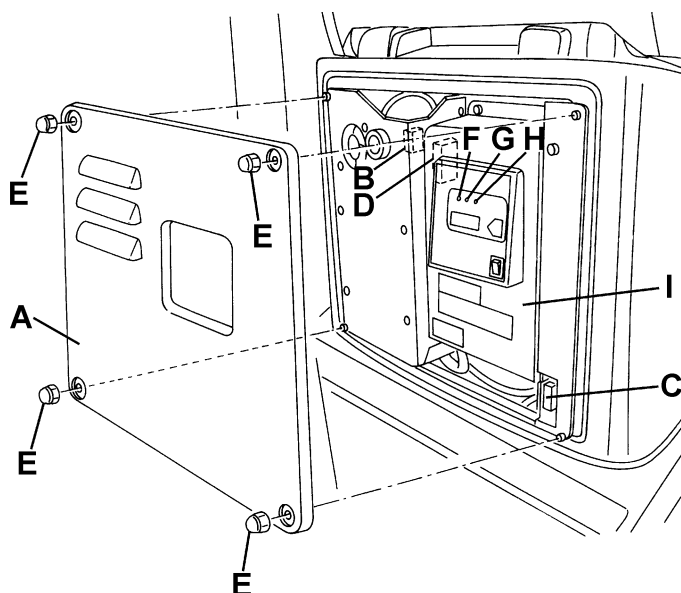

Figure 7
Lorsque le témoin lumineux rouge (F, Fig. 7) s'allume fixe sur le tableau de bord du chargeur de batterie, il indique que le chargeur de batterie est en train de charger les batteries.
1. Tourner la clé de contact (42) sur "0".
2. Enlever les écrous (E, Fig. 7) et déposer le couvercle (A).